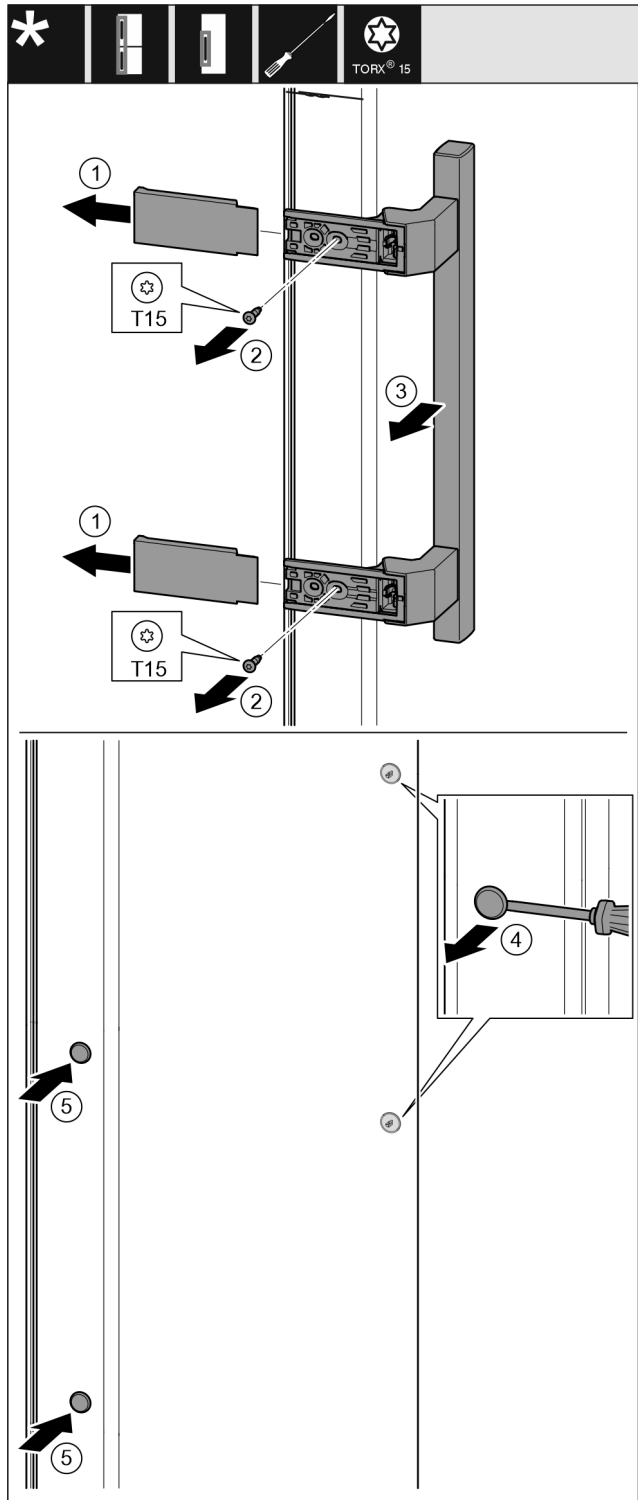

Fig. 19
- ▶ Vedä suojus irti. Fig. 19 (1)
- ▶ Kierrä ruuvit ulos Torx 15 -ruuvimeisselillä. Fig. 19 (2)
- ▶ Ota kahva pois. Fig. 19 (3)
- ▶ Nosta sivulla olevia tulppia varovaisesti uraruuvimeisselillä ja vedä irti. Fig. 19 (4)
- ▶ Aseta tulpat uudelleen toiselle puolelle. Fig. 19 (5)